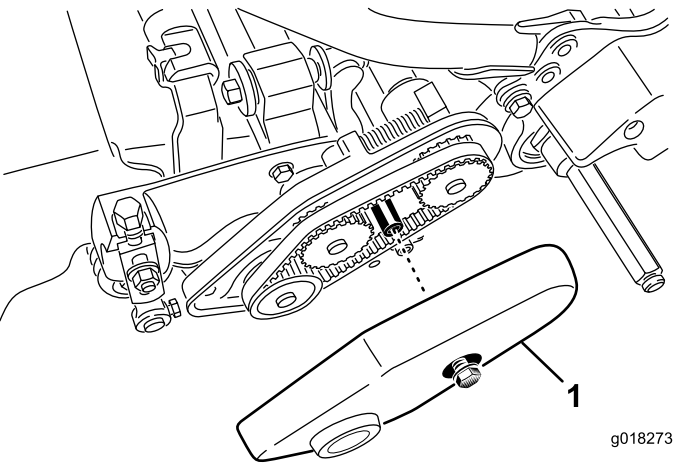

图41
- 1. 松开固定皮带罩的凸缘螺栓、取下皮带罩露出皮带（图41）。